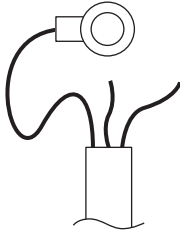

図 3
3. アース線に M4 の丸端子を圧着し、接地端子のネジで締め付けてください。(図3参照)